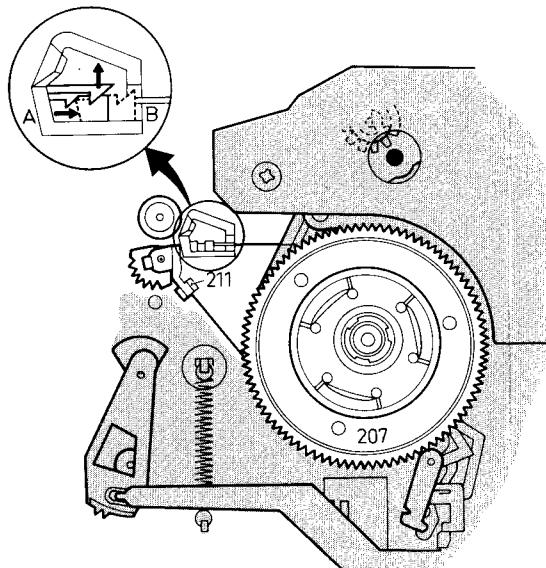

Bild 1-10
- Bremsband mit einer Pinzette entriegeln und von Position A in Position B (Bild 1-10) schieben. Das Bremsband liegt nun locker um den Wickelteller.